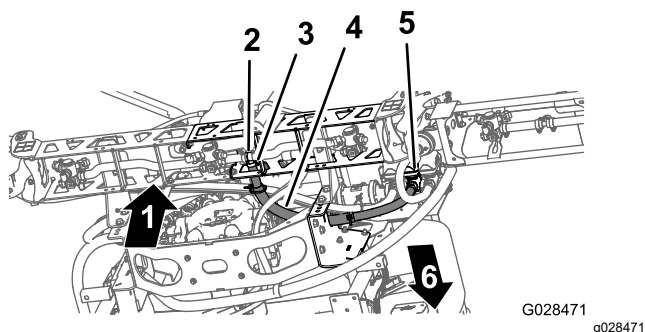

Figure 44
1. Acheminez le flexible de la section de rampe centrale comme montré à la Figure 44.
2. Branchez le flexible sur le raccord en T cannelé de la section de rampe centrale et fixez-le en place avec un collier ( et Figure 44).